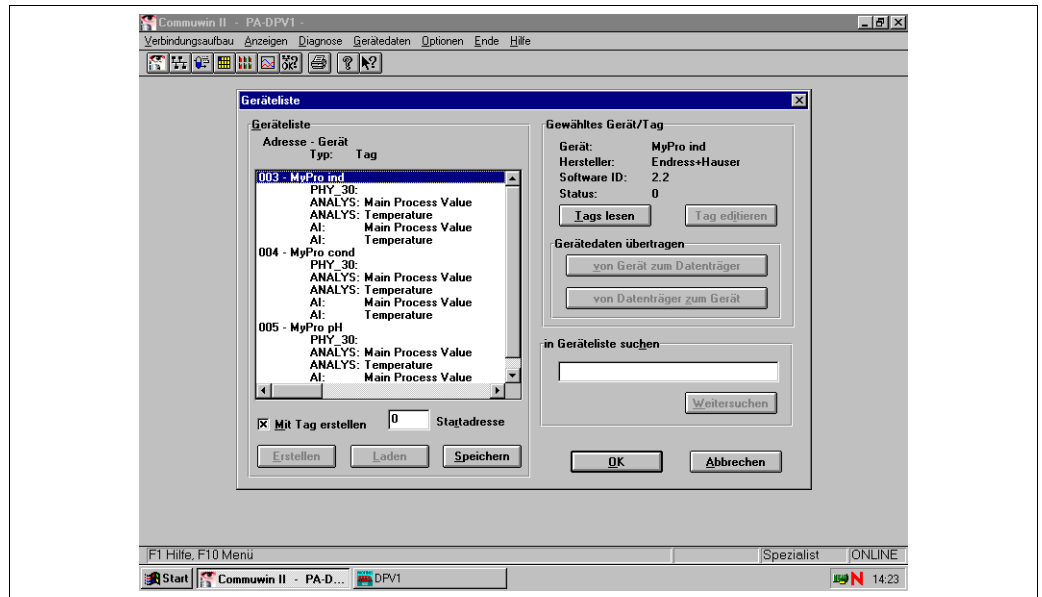

Abb. 45: Gerätedaten
- Erstellen der Geräteliste (Abb. 45)